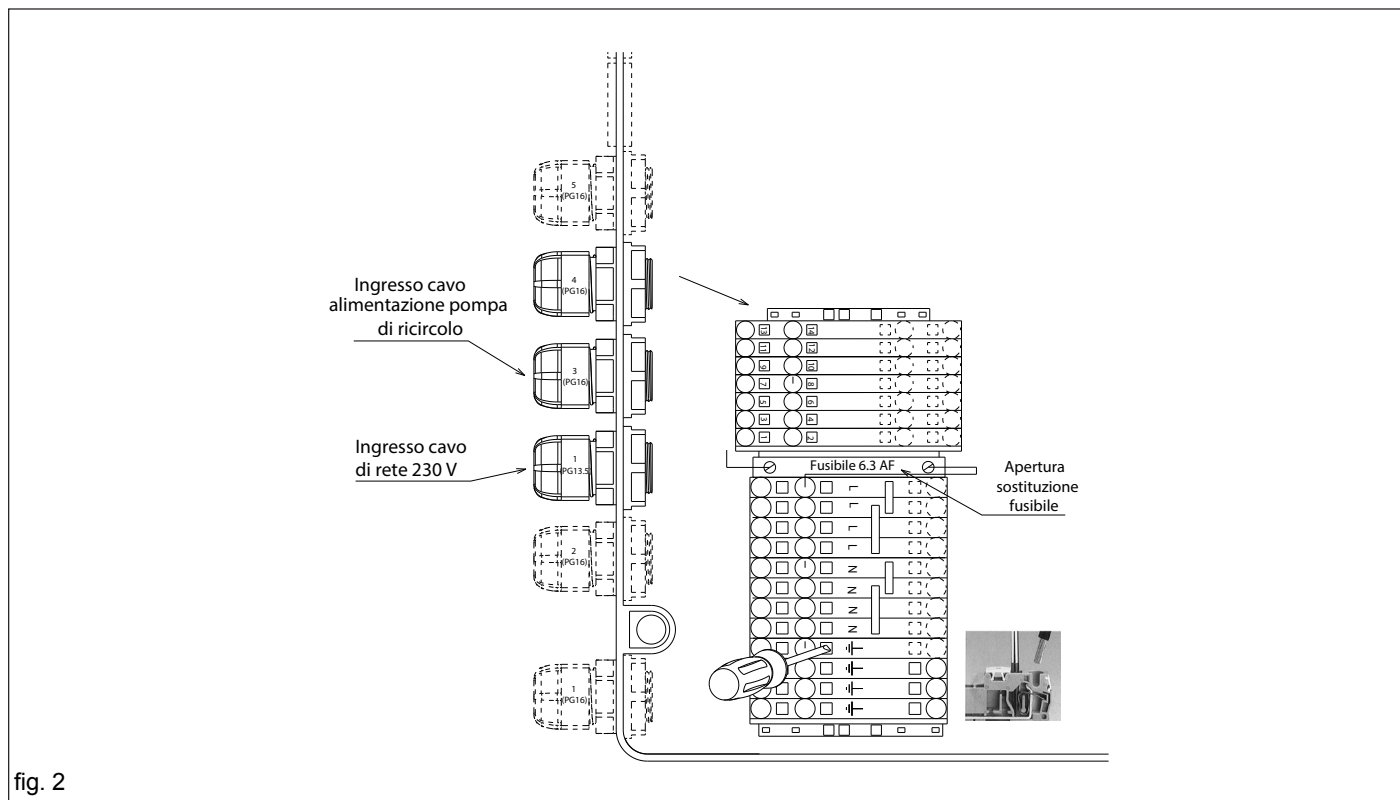

fig. 2
- collegare l'altra parte del cavo all'interno del quadro elettrico di caldaia (vedi fig. 2) rispettando i collegamenti (N - L -  $\perp$ ) dei morsetti.